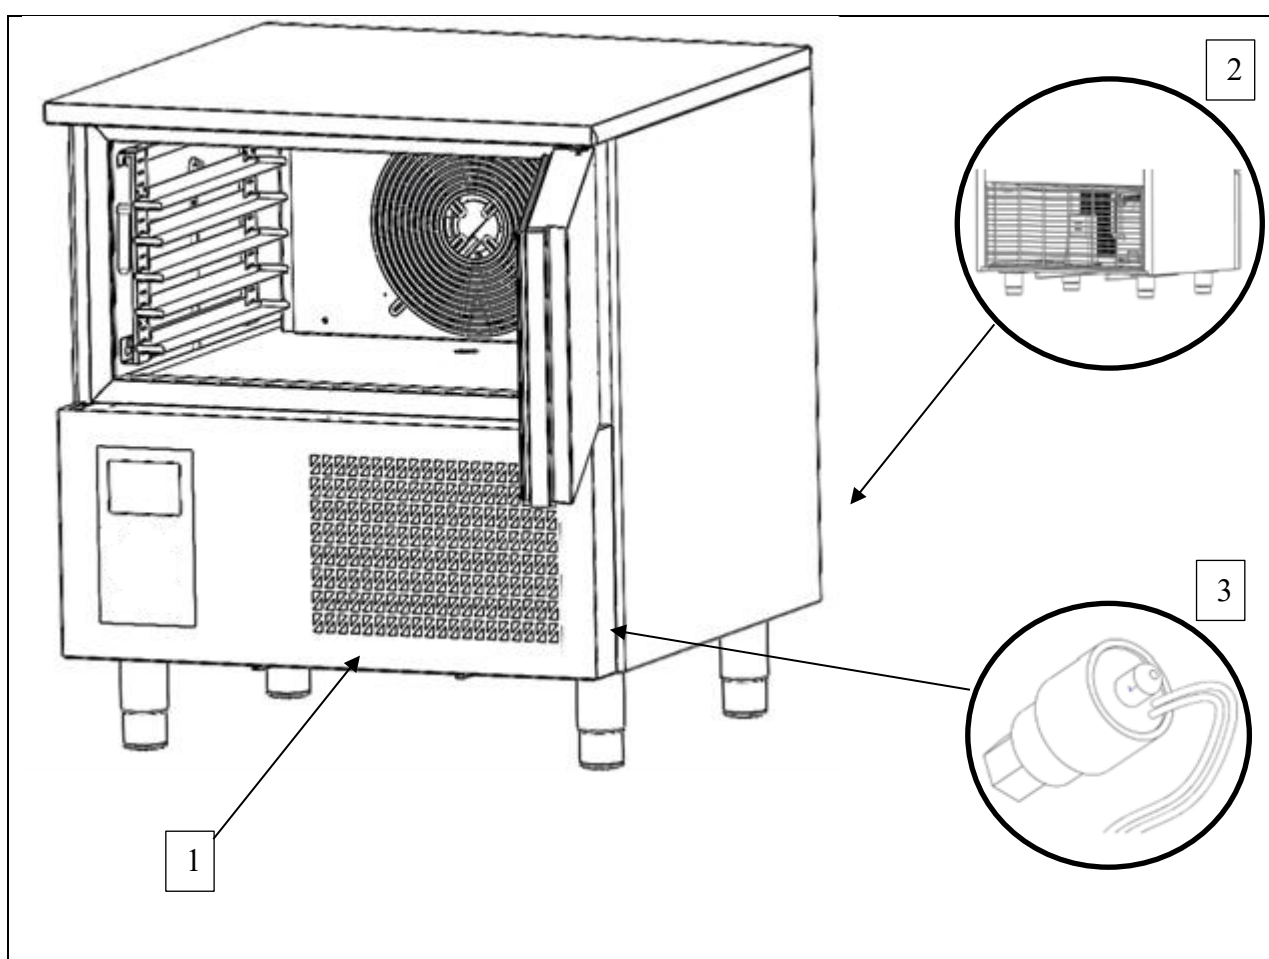

Fig. 2
- Grillages recouvrant les ventilateurs d'aération (réf. 1 fig. 2);
- Grillages recouvrant l'unité de condensation (réf. 2 fig. 2).
- Capteur (réf. 3 fig. 2) situé sur le circuit frigorifique qui signale toute surchauffe de l'appareil et met la machine en veille.